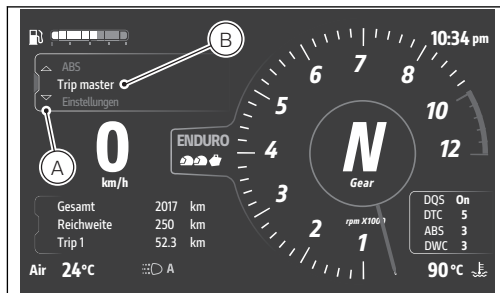

Abb. 198
- Das „Interactive Menu“ (A, Abb. 198) aufrufen. Dazu den Joystick länger anhaltend in die Position ▲ drücken.
- Mit dem Joystick ▲ ▼ die Angabe „Trip master“ (B, Abb. 198) markieren, dann auf ENTER drücken.